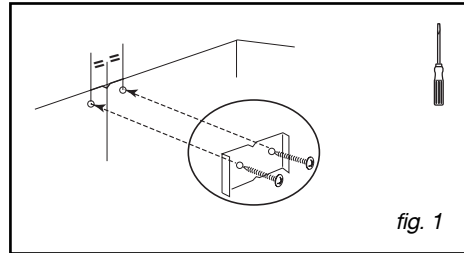

fig. 1
– Coloque o suporte metálico da chaminé na parede, encoste-o ao tecto e fixe-o com os dois parafusos (fig.1).